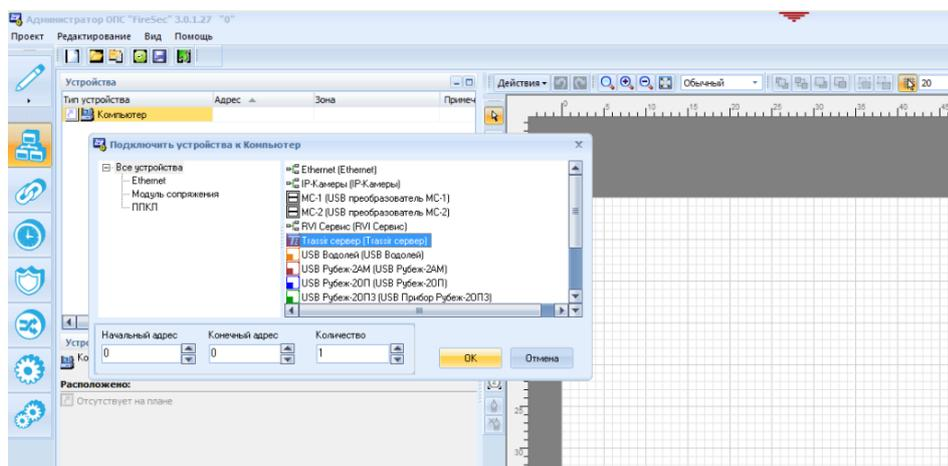

Рисунок 7.55 Подключение Trassir сервера в древо устройств
- 1) В древе устройств (вкладка **Планы**) к устройству компьютер подключить Trassir сервер (Рисунок 7.55).